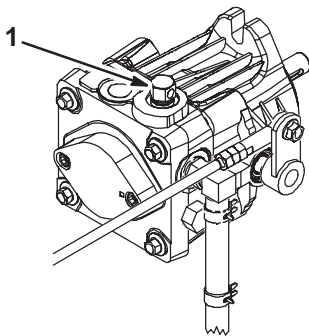

Figure 23
2. Tournez les vannes de dérivation d'un tour dans le sens anti-horaire pour pousser la machine. Cela permet au liquide hydraulique de contourner la pompe et aux roues de tourner (Fig. 23).
1. Tournez les vannes de dérivation d'1 tour dans le sens horaire pour utiliser la machine (Fig. 23).